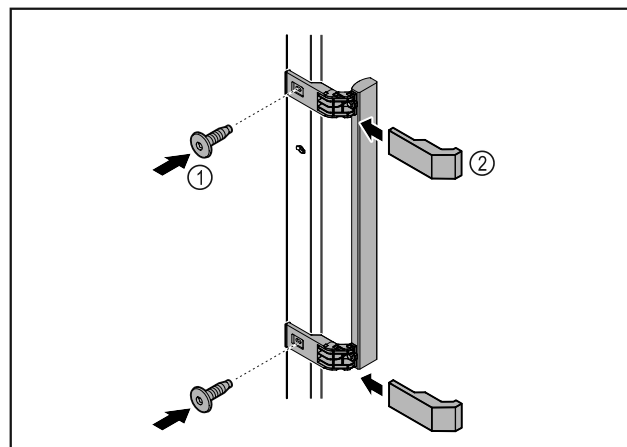

Fig. 3
- ▶ Montera handtaget från tillbehörspaketet på dörren med de skruvar Fig. 3 (1) som medföljer.
- ▶ Sätt på skyddet Fig. 3 (2).